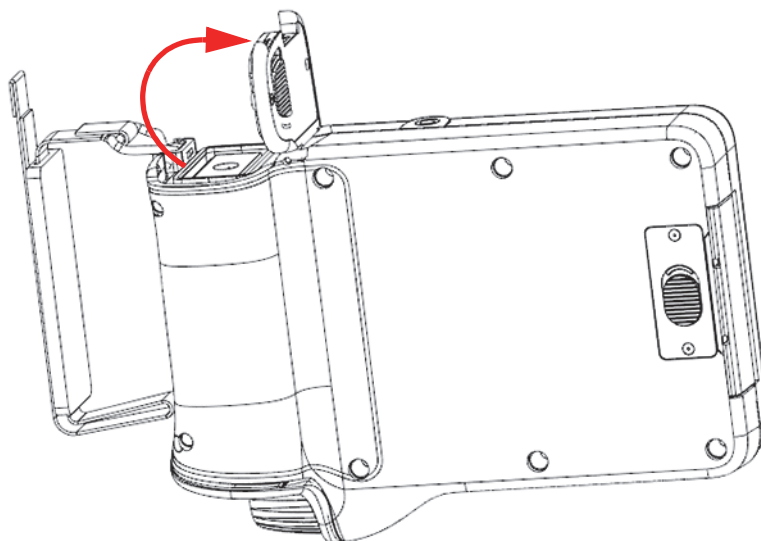

Рис. 4-2 Аккумуляторный отсек — Крышка открыта
3. Поднимите крышку аккумуляторного отсека (см. Рис. 4-2 на стр 46).